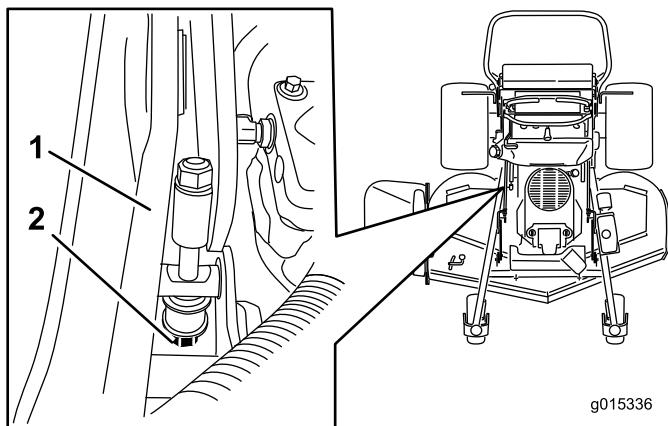

Figure 89
5. Si ce n'est pas le cas, localisez la tige de réglage de hauteur de coupe sur le côté droit de la machine (Figure 89).
6. Ajustez le boulon de réglage jusqu'à obtention d'un écart de 7,6 cm à la pointe des lames, comme montré à la Figure 89.